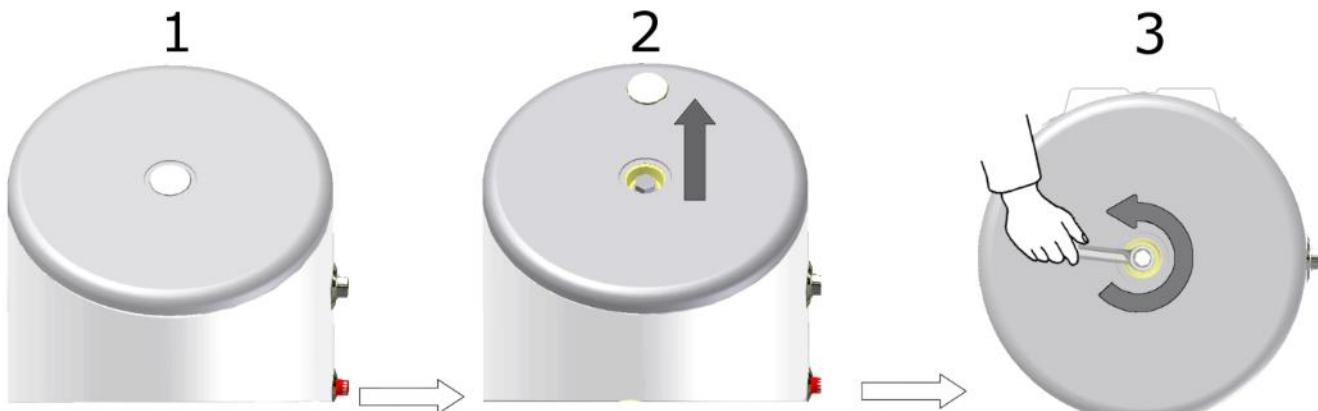

Рис. 5 Замена магниевого анода (W-E 120-140.12P/L)
Водонагреватель должен быть подключен к водопроводной сети с давлением воды **min 1 bar, max 6 bar** и системе отопления не превышающую давление **6 bar**, согласно схеме монтажа рис. 5. Если в водопроводной сети давление **6 bar**, необходимо смонтировать редуктор давления.
4. Достать заглушку в верхней части водонагревателя рис. 5 поз. 2 .
5. .выкрутить использованный магниевый анод рис. 5 поз. 3